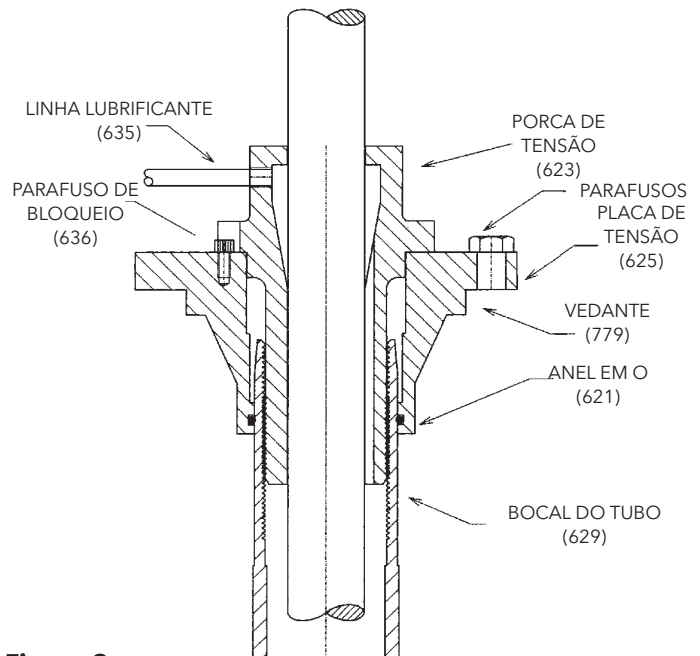
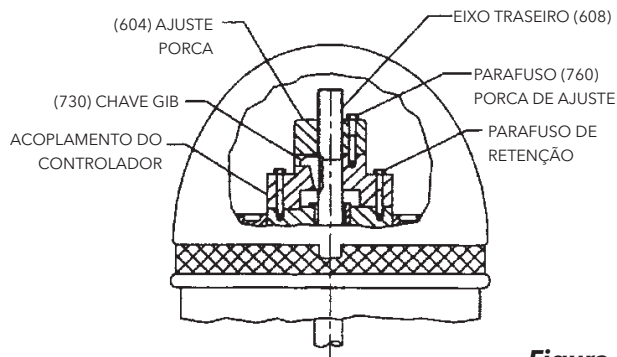

Figura 9
Figura 10
1. (Consulte a Figura 10). Instale os parafusos (760) na placa de tensão. Coloque 500 ml de óleo no respectivo tubo. **Nota:** a unidade montada na fábrica não possui óleo. O óleo deve ser adicionado no campo.
2. Instale a gaxeta (620) na placa de tensão e enrosque a porca de tensão (626), apertando-a firmemente contra a gaxeta.
3. Se for utilizada uma porca de tensão do tipo gaxeta (626) (para descarga da água), instale a gaxeta (620), a junta da gaxeta (618) e fixe com o pino (734) e a porca (735). Aperte bem a porca com os dedos. Instale o conjunto da linha (635) e ligue-o ao abastecimento do líquido de lavagem (consulte a Figura 10).
1. O mecanismo de movimento das unidades do eixo oco é apresentado na Figura 9. O eixo traseiro (608) estende-se através da haste ou eixo oco do controlador e é mantido no lugar por uma porca de ajuste (604), que não apenas carrega todo o impulso
O acoplamento entre o eixo da unidade e o eixo traseiro pode ser do tipo espaçador (consulte a Figura 10) ou não espaçador (consulte a Figura 9). O tipo espaçador é utilizado em bombas fornecidas com um vedante mecânico para permitir a assistência do vedante sem a remoção do controlador.
7. Se a bomba for fornecida com um acoplamento de espaçador ajustável (consulte a Figura 10), instale o espaçador entre os núcleos do eixo traseiro e do eixo do controlador. Fixe com parafusos (759) e porcas sextavadas (735).
1. Com os impulsores a tocarem no fundo dos reservatórios, rode a placa de ajuste (613) na direcção do espaçador (612) ou da manga do controlador (610) para obter uma folga de 0,381 mm entre a placa de ajuste e o espaçador ou manga do controlador para os primeiros 3 metros. Adicione 0,010" para cada 3 metros adicionais de coluna. Consulte a figura 10 ou 11. **IMPORTANTE:** A determinação do movimento da extremidade do eixo do controlador pode ser crítica e pode ser adicionada a esta definição. Para bombas maiores com mais de 20 cm, essa quantidade pode ser muito pequena; consulte o diagrama da estrutura.